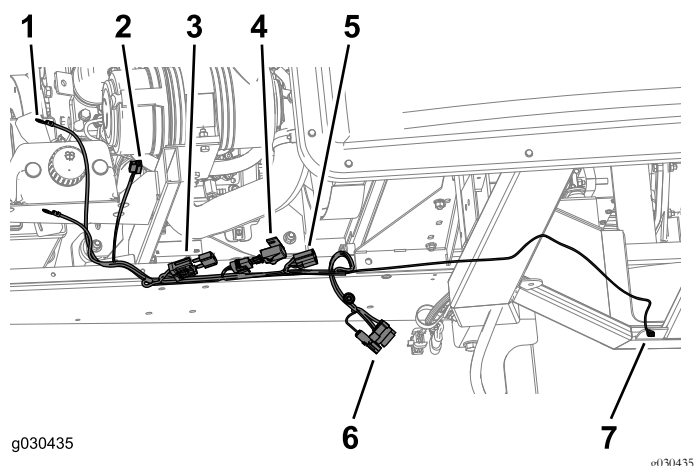

Figure 47
1. Faites passer le faisceau de câblage sur le côté droit du cadre de la machine (Figure 47).